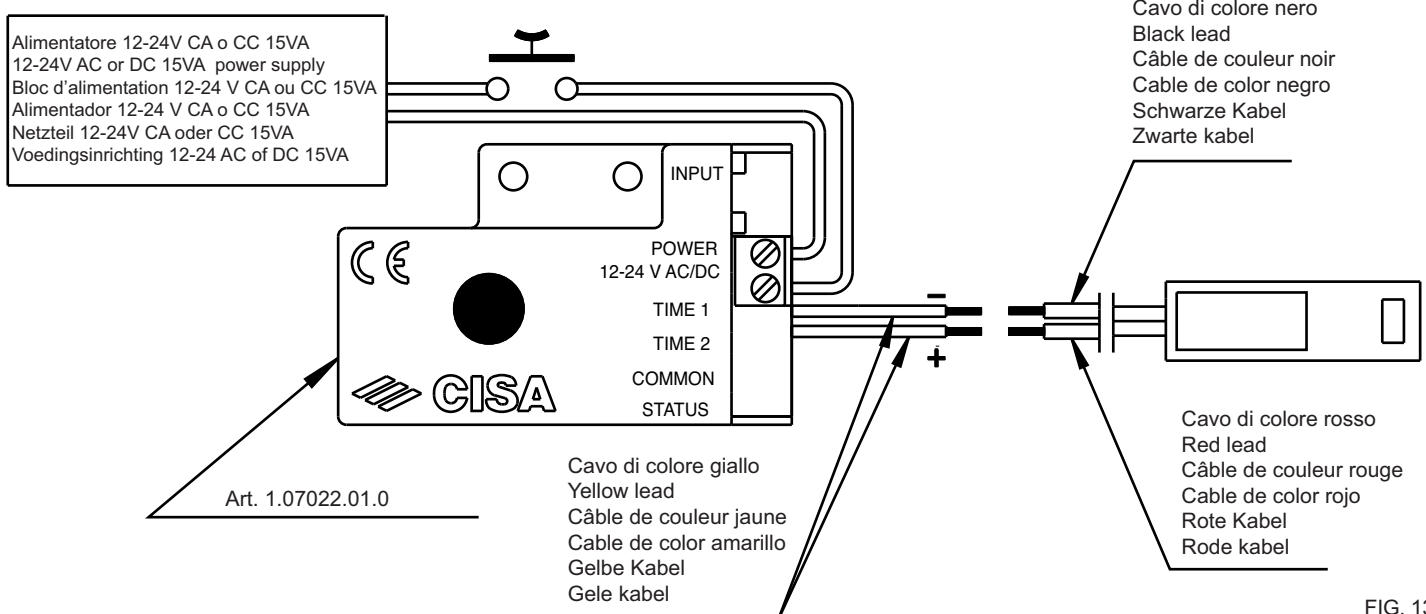

FIG. 13
ELETTROMANIGLIA (art. 1.07074.80.0) (fig. 13)
12. Per il corretto funzionamento dell'elettromaniglia è necessario collegare i fili giallo del booster (art. 1.07022.01.0 in dotazione) all'elettromaniglia e collegare i fili della tensione di alimentazione ai morsetti **POWER** e **AC/DC** come nello schema di fig. 13:
- collegare il booster ed il cavo rosso/nero fornito con l'elettromaniglia come indicato nella fig. 13.
POIGNEE ELECTRIQUE (art. 1.07074.80.0) (fig. 13)
12. Pour un fonctionnement correcte de la poignée électrique, il faut brancher les fils jaunes du surpresseur (art. 1.07022.01.0 en dotation) à la poignée électrique et brancher les fils de la tension d'alimentation aux bornes **POWER** et **CA/DC**, comme sur le schéma de la fig. 13 :
- brancher le surpresseur et le câble rouge/noir fourni avec la poignée électrique, comme indiqué sur la fig. 13.
ELEKTRODRÜCKER (Art. 1.07074.80.0) (Abb. 13)
12. Für das einwandfreie Funktionieren des Elektrodrückers ist es erforderlich, die gelben Boosterkabel (Art. 1.07022.01.0, mitgeliefert) an den Elektrodrücker anzuschließen und die Stromkabel an die Klemmen **POWER** und **AC/DC** gemäß Abb.13:
- Den Booster und das mit dem Elektrodrücker gelieferte rot/schwarze Kabel wie auf Abb. 13 zu sehen anschließen.
ELECTRIC HANDLE (item 1.07074.80.0) (fig. 13)
12. To ensure the electric handle smooth operation, the yellow booster (supplied item 1.07022.01.0) leads should be connected to the electric handle; the input voltage leads should be connected to the **POWER** and **AC/DC** terminals as shown in fig. 13.
- Connect the booster and the red/black lead supplied with the electric handle as shown in fig. 13;
ELECTROMANILLA (Art. 1.07074.80.0) (Fig. 13)
12. Para el correcto funcionamiento de la electromanilla, es necesario conectar los conductores amarillos del booster (Art. 1.07022.01.0 suministrado) a la electromanilla y los conductores de tensión de alimentación a los bornes **POWER** y **AC/DC**, según el esquema de la Fig. 13:
- conecte el booster y el cable rojo/negro suministrado con la electromanilla, según lo indicado en la Fig. 13;
ELEKTRISCHE HANDGREEP (art. 1.07074.80.0) (fig. 13)
12. Voor een juiste werking van de elektrische handgreep moeten de gele draden van de booster (art. 1.07022.01.0 bijgeleverd) aan de elektrische handgreep worden aangesloten en de draden van de voedingsspanning aan de klemmen **POWER** en **AC/DC** zoals op het schema van fig. 13:
- sluit de booster en de rood/zwarte kabel die bij de elektrische handgreep zijn geleverd aan volgens fig. 13.